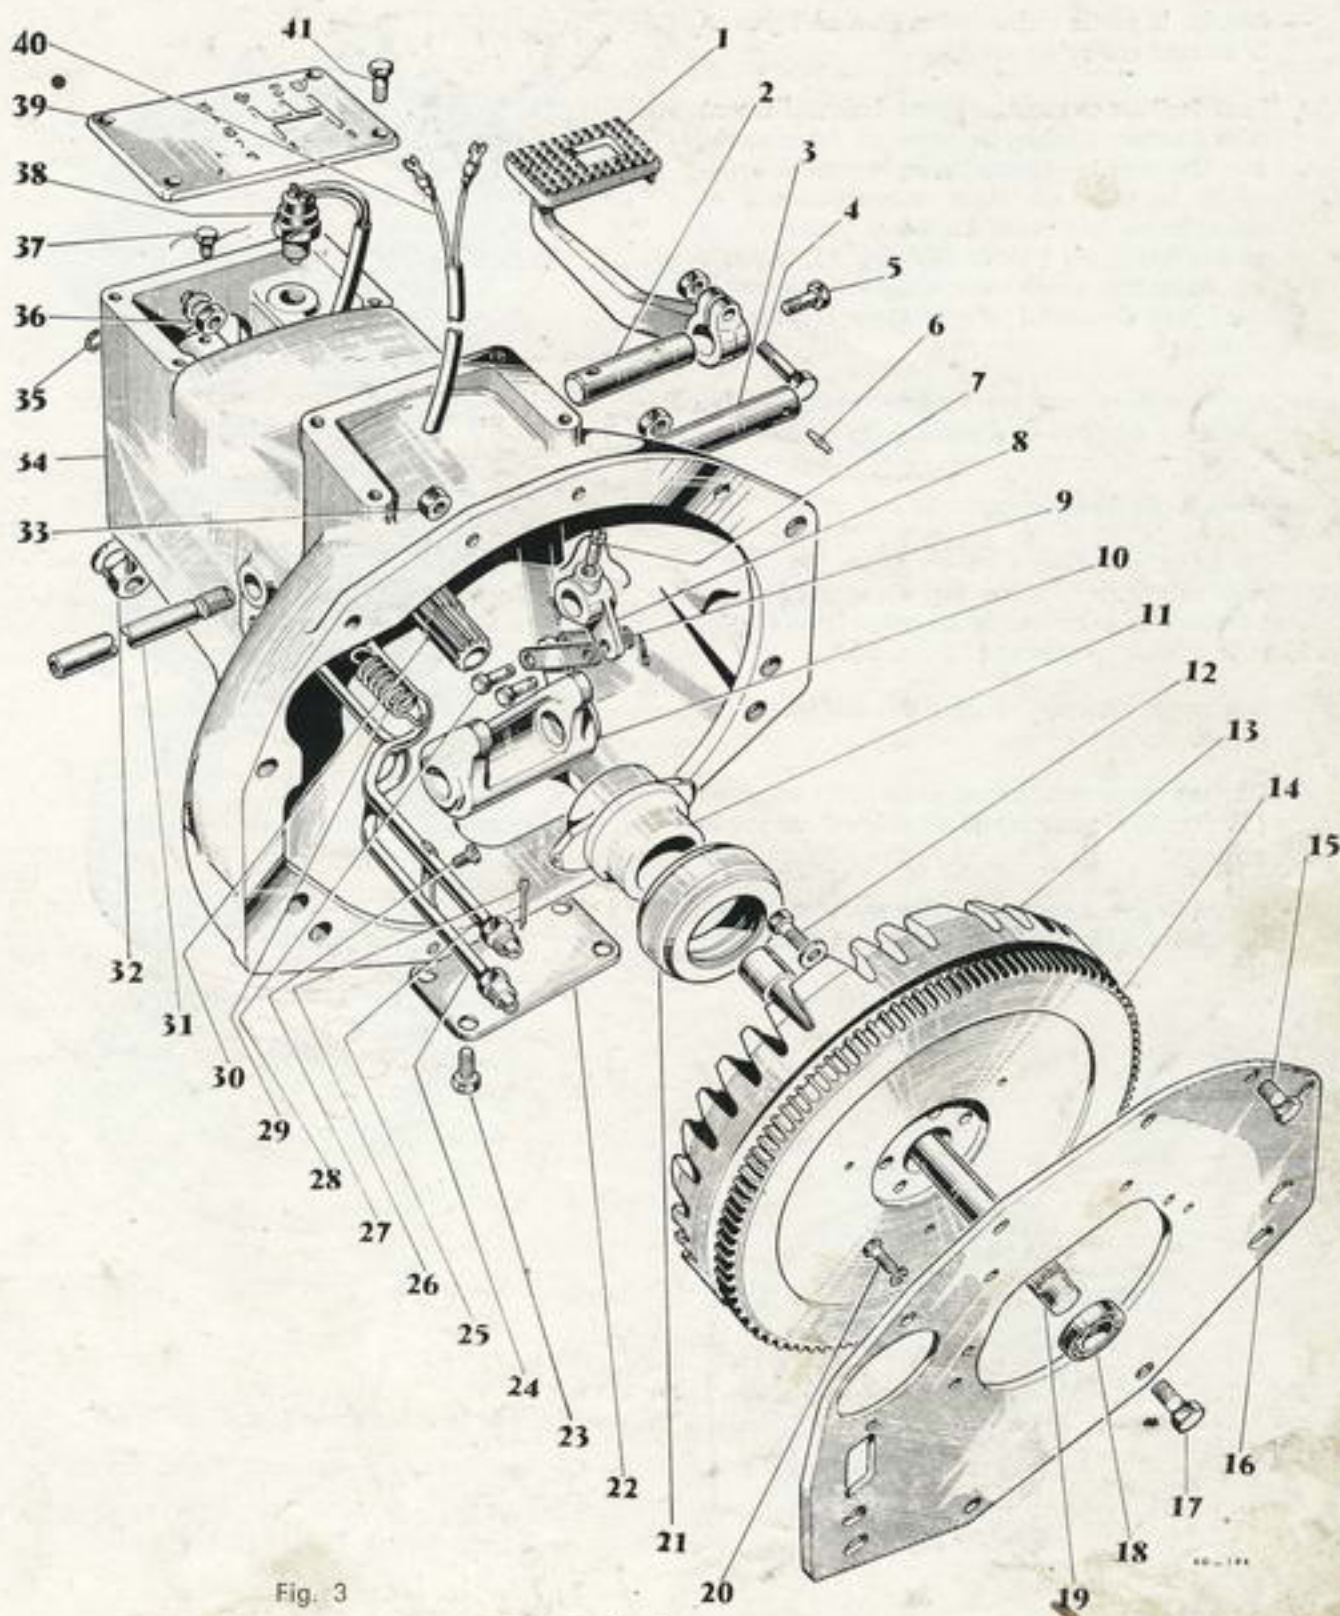

Fig. 3
- Démonter les 2 écrous d'assemblage (33, fig. 3) à la partie supérieure du carter d'embrayage.
Pour faciliter ce recul, on peut éventuellement faire tourner l'arbre de prise de force après avoir engagé la gamme basse, la marche arrière et la prise de force proportionnelle et désaccouplé le manchon d'arbre d'embrayage retenu par la vis freinée (37, fig. 3), laquelle est accessible après avoir enlevé le couvercle supérieur du carter d'embrayage (grille de vitesses).
Si la timonerie d'embrayage et la butée sont à démonter, ne pas omettre de garnir de graisse consistante les axes et douilles d'articulation, la cavité de fourchette d'embrayage, les doigts de cette fourchette et le chambrage intérieur du coulisseau de butée (11 fig. 3)
Vérifier la fixation des 2 tuyauteries d'huile à l'intérieur du carter d'embrayage (vis 27 fig. 3).
Pour le réaccouplement de la partie arrière du tracteur, inverser les opérations de désaccouplement. Veiller à ne pas endommager les deux tuyauteries d'huile à leur passage dans les orifices de la plaque d'adaptation (16 fig. 3) du moteur sur le carter d'embrayage et s'assurer que les plans de joints soient débarrassés de tout corps étranger.